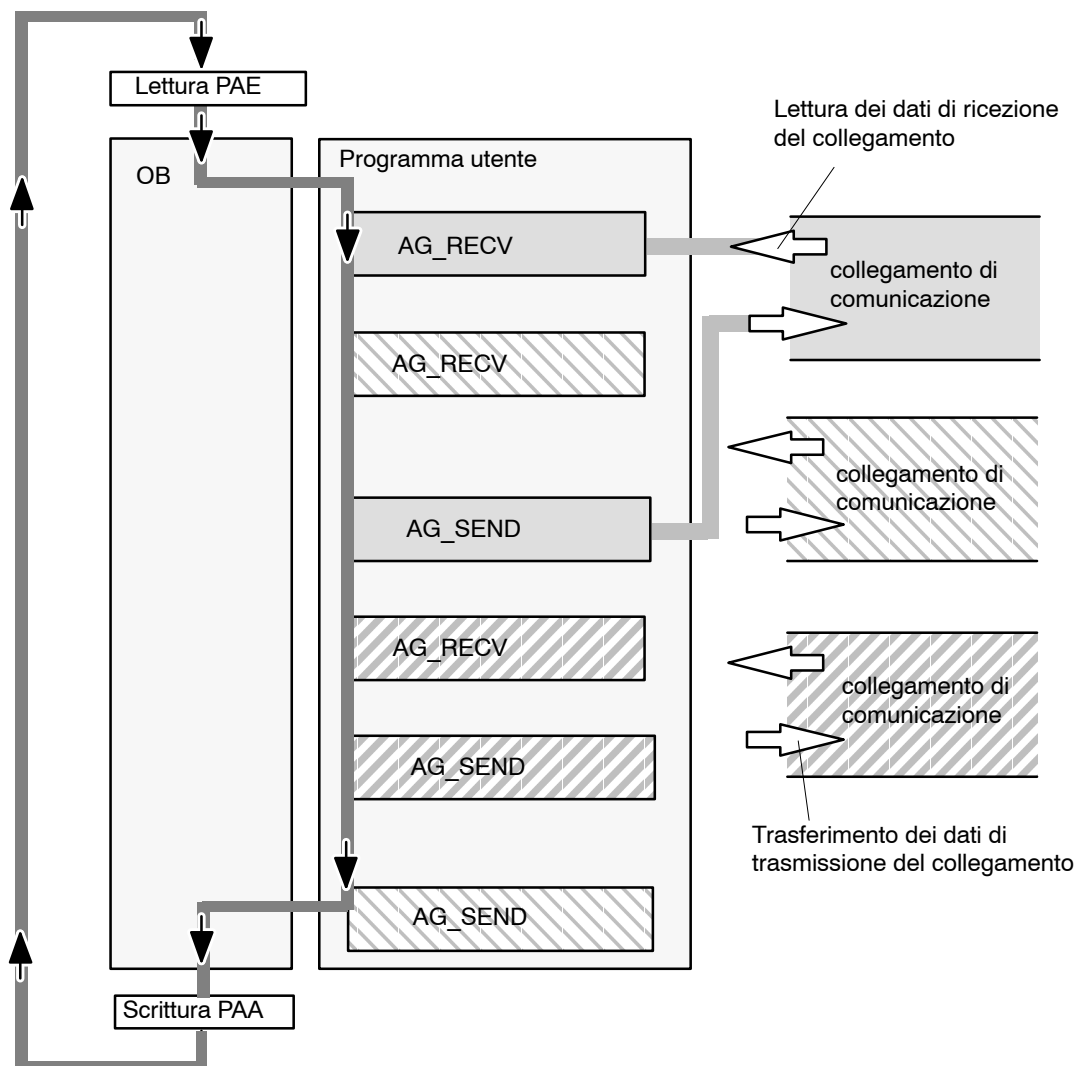

Figura 4-2 Sequenza di svolgimento caratteristica per collegamenti e blocchi FC nel ciclo della CPU
- Il programma utente, che può essere costituito da un numero a piacere di blocchi (OB, FB o FC -> vedere anche /6/), accede a più collegamenti nella figura 4-2 sono rappresentati 3 collegamenti).